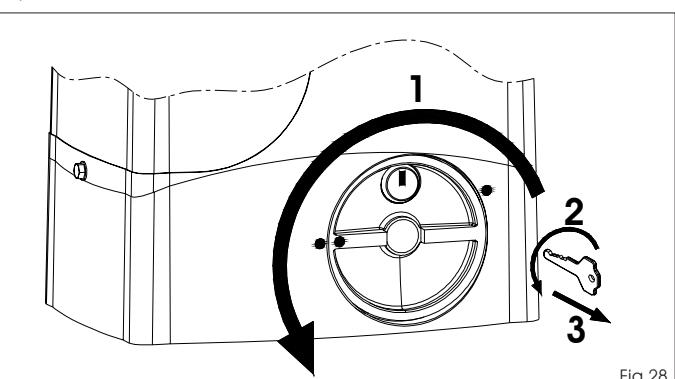

Fig.28
- 1) Gire el sistema de desbloqueo en sentido horario hasta su tope, Fig. 28 ref. 1.
- 2) Gire la llave en sentido antihorario y quite de la cerradura, Fig. 28 ref. 2 y 3.